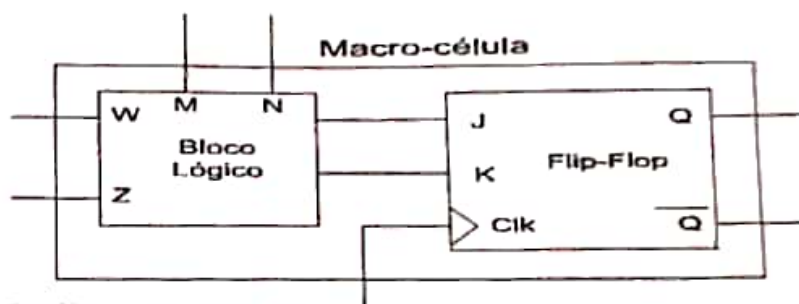

Figura 1. Macro-célula de um dispositivo programável.
**1Q (2.0) :** Seja uma macro-célula de um dispositivo programável composta de um FF JK e lógica adicional (ver Figura 1). Através das entradas M e N esta macro-célula é reconfigurável por programação. Projete esta macro-célula com o menor número de portas NAND e Inversoras, onde ela realiza as seguintes operações: se  $M=N=0$  a macro-célula é um simples FF JK; se  $M=N=1$  a macro-célula é um FF JK invertido, isto é a saída da macro-célula é invertida; se  $M=0$  e  $N=1$ , a macro-célula é um simples FF D; se  $M=1$  e  $N=0$ , a macro-célula é um simples FF T.